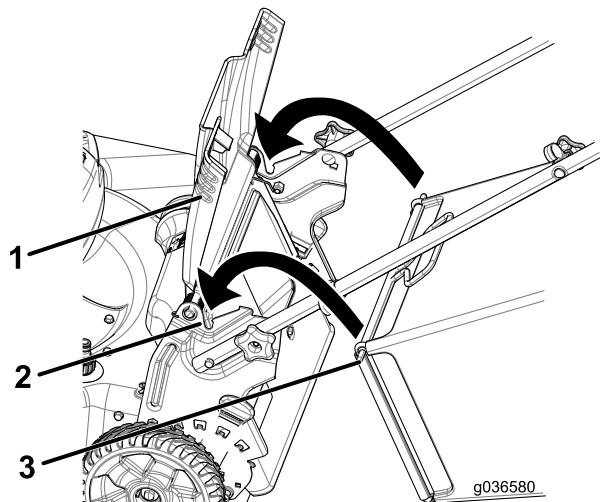

Рисунок 24
- Поднимите и удерживайте задний отражатель (Рисунок 24).
- Установите мешок для сбора скошенной травы и убедитесь в том, что стержни мешка вошли в пазы на рукоятке (Рисунок 24).